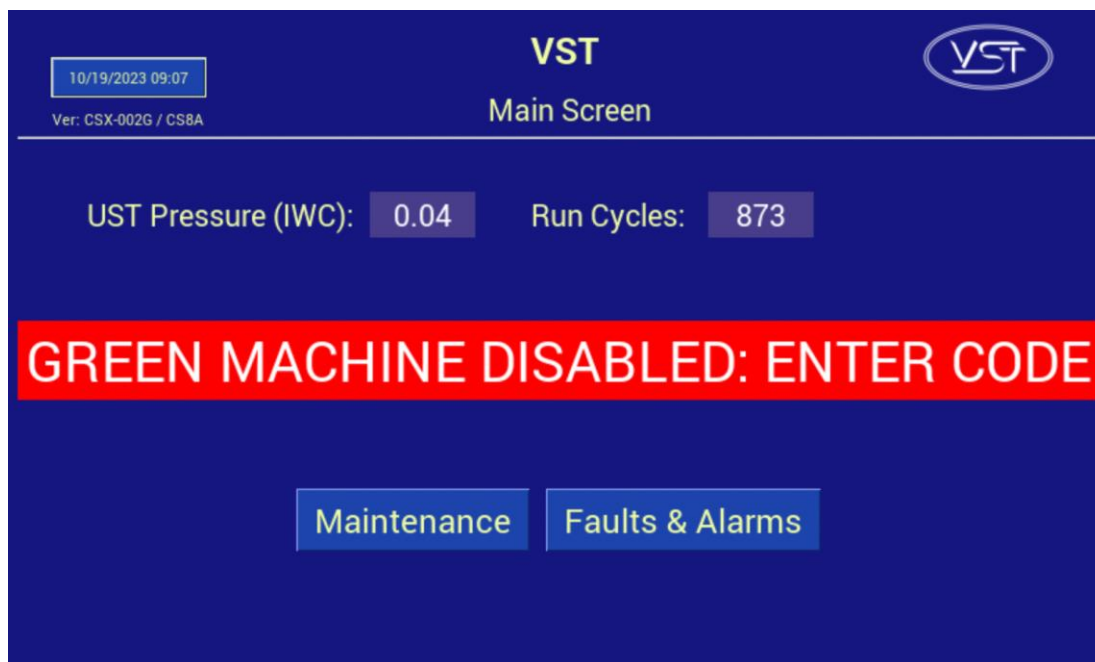

Figura 3-1: Pantalla principal con GREEN MACHINE DISABLED: ENTER CODE
- Después de la instalación y alimentación de energía del panel de control VST, **Figura 3-1** éste muestra la pantalla principal con la etiqueta GM DESABLED– ENTER CODE, que se analizará más adelante en este capítulo.